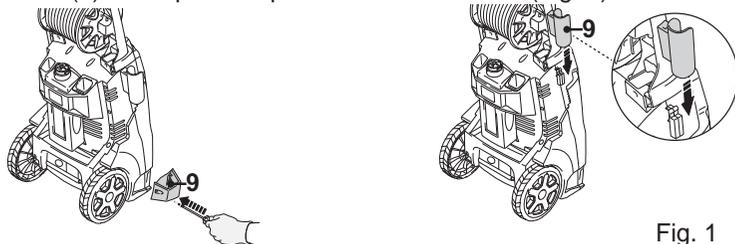

Fig. 1
- L'appareil doit être entièrement monté avant d'être utilisé. Fixez le compartiment de rangement (9) sur la partie inférieure de l'appareil à l'aide d'une vis (22). Serrez la vis avec un tournevis cruciforme adapté. Puis montez l'autre compartiment de rangement (9) sur la partie supérieure de la machine (Fig. 1).